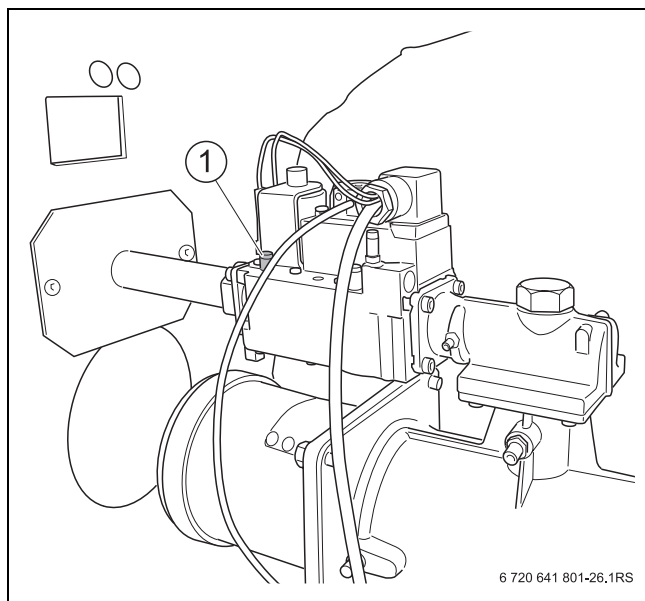

Рис. 31 Удаление воздуха из газопровода (котлы 90/120 кВт)
- ▶ Отверните на два оборота запорный винт ниппеля, предназначенного для измерения давления и выпуска воздуха (→ рис. 31, 32, 33 [1]), и наденьте шланг.